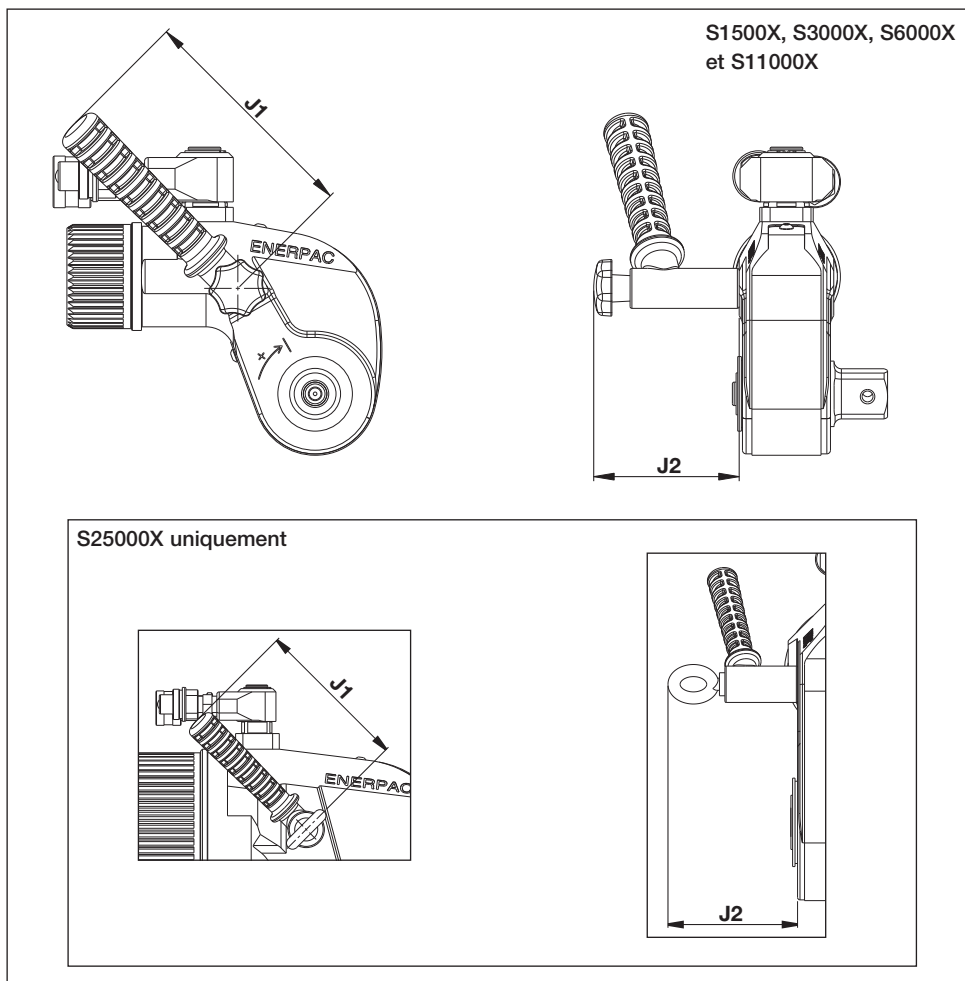

Fig. 35
6.10 Dimensions et spécifications de la poignée de positionnement inclinée de la série SWH (fig. 35)